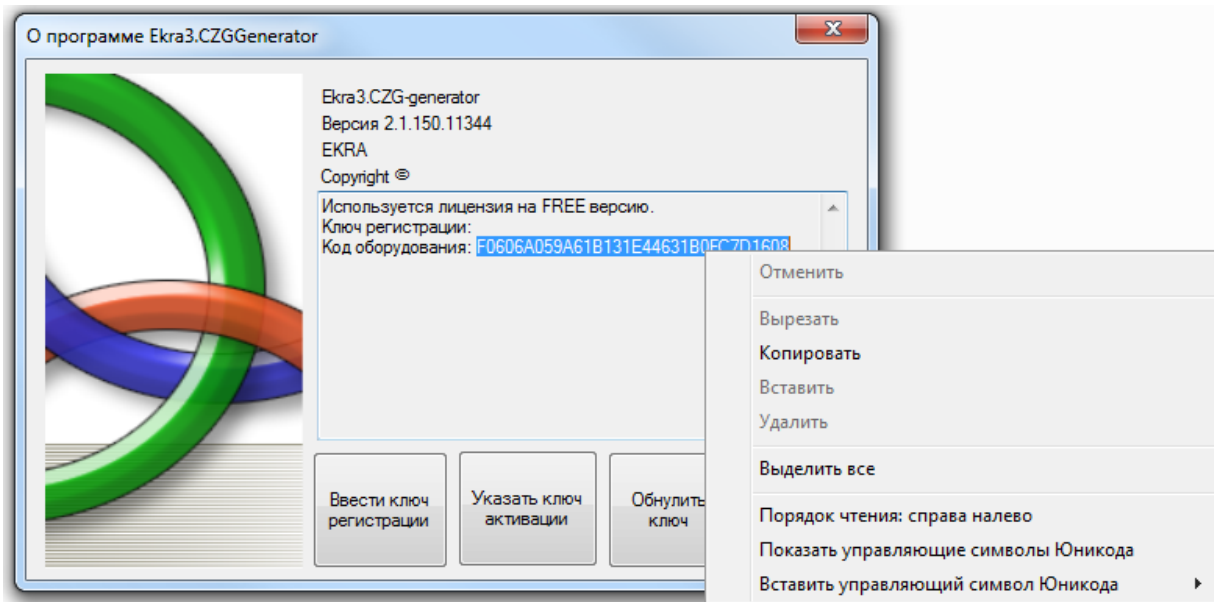

Рисунок 4.2
4.1.1.3 Скопировать код оборудования (см. рисунок 4.2) и отправить его разработчикам на электронную почту e3spo@ekra.ru.